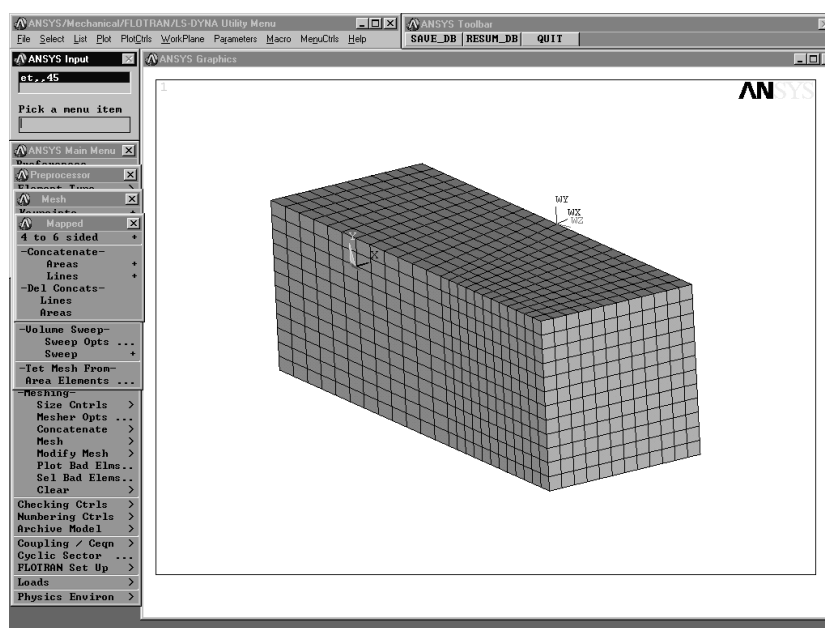

Рис. 10.5. Конечно-элементная модель
12. Построить в объемах V4 и V2 упорядоченную сетку конечных элементов (см. рис. 10.5):